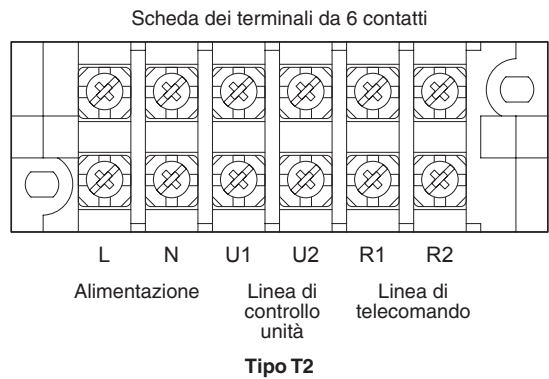

Fig. 4-2
- (1) Per una spiegazione dei parametri "B", "C", "D" ed "E" nel diagramma sopra, fare riferimento alla sezione 4-2 "Lunghezza e diametro raccomandati per i cavi di alimentazione".
- (2) Lo schema di collegamento di base dell'unità interna mostra la scheda dei terminali; la scheda installata nell'unità in uso potrebbe tuttavia differire. (Fig. 4-2)
- (3) L'indirizzo del circuito refrigerante (R.C.) deve essere impostato prima di accendere il sistema.
- (4) L'impostazione automatica degli indirizzi può essere eseguita automaticamente dal telecomando. Anche per questa operazione, vedere le istruzioni per l'installazione fornite con il telecomando (opzionale).